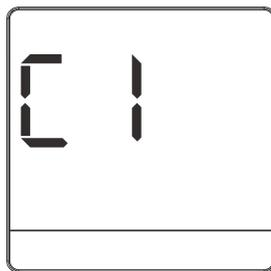

Figura 4.3
- Mantenga presionados y en el controlador remoto al mismo tiempo por 8 segundos para ir al estado de configuración avanzada de parámetros; se mostrará "C1" en el área de visualización de temperatura (consulte la Figura 4.3);